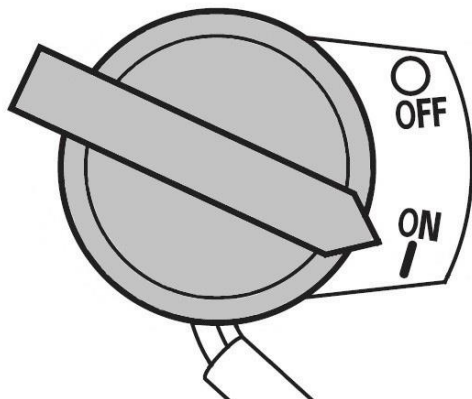

Рис. 9 Выключатель зажигания
5. Выключатель зажигания переведите в положение «ON» (Включено) (Рис. 9).
При возникновении аварийной ситуации, для экстренной остановки двигателя переведите выключатель зажигания двигателя в положение «OFF» (Выключено) (Рис. 9).
4. Переведите выключатель зажигания в положение «OFF» (Выключено) (Рис. 9).